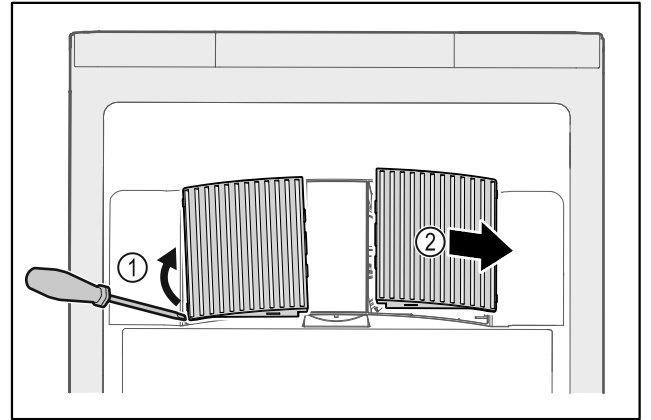

Fig. 176
- ▶ 从侧面小心撬开风机盖板 Fig. 176 (1) 并朝前取下 Fig. 176 (2)。